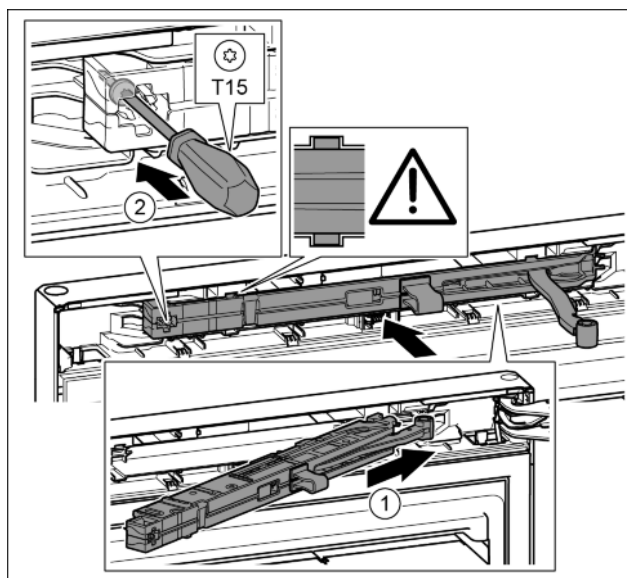

Fig. 40
- ▶ Amortyzator zamykania drzwi po stronie płytki zawiasu wsunąć ukośnie w zagłębienie aż do oporu. Fig. 40 (1)
- ▶ Śrubę przykręcić przy pomocy śrubokręta T15. Fig. 40 (2)